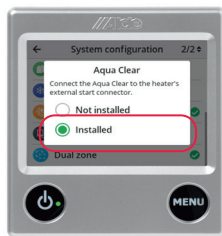
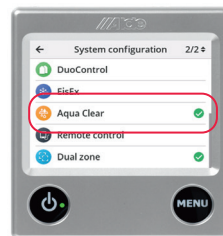

Abb. 6
Abb. 7
3. Drücken Sie auf AquaClear und wählen Sie im Kontrollkästchen „Installed“ (Installiert), Abb. 6. Ein grünes Häkchen zeigt nun an, dass AquaClear ausgewählt ist, Abb. 7. Alde AquaClear UV-C ist nun im Bedienfeld installiert.